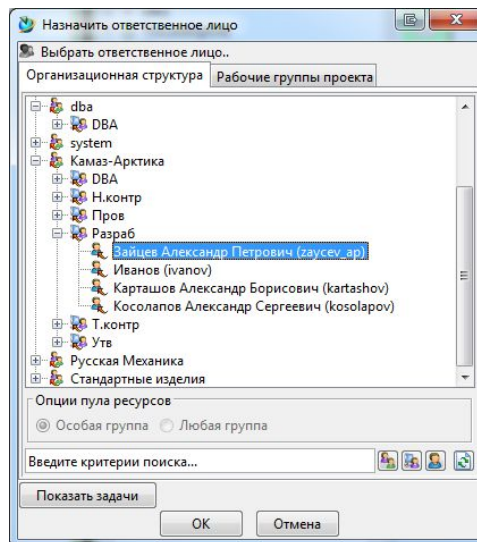

Рис. 53
9.2. В окне **Назначить ответственно лицо** выберите нового ответственного и нажмите **Ок** (рис.53)